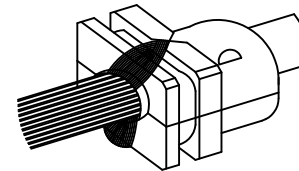

FIG. 3
4. IF USING BRAID SHIELD - PIGTAIL THE SHIELD AND POSITION IN STRAIN RELIEF AS SHOWN IN FIG. 3. TRIM EXCESS BRAID.